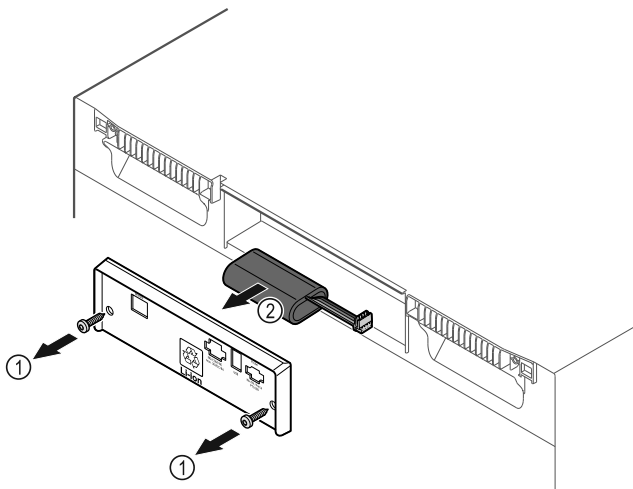

Fig. 229
- ▶ Lironi vidat dhe hiqni kapakun mbulues në anën e pasme të pajisjes Fig. 229 (1).
- ▶ Shkëputni baterinë dhe nxirreni jashtë Fig. 229 (2).